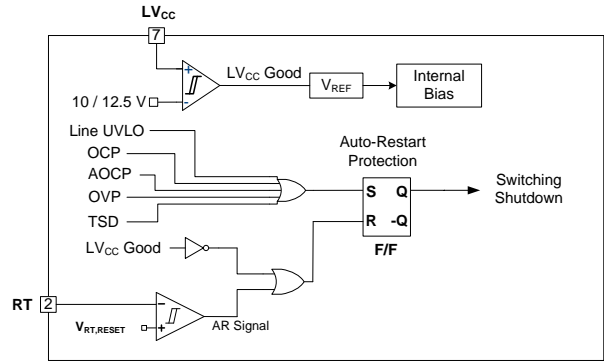

图 24. 保护框图
**5. 保护电路：**FSFR-HS 系列具有多个自我保护功能；如过流保护 (OLP)、异常过流保护 (OCP)、过压保护 (OVP)、热关断 (TSD) 和线电压欠压锁定 (LUVLO 或欠压)。这些保护为自动重启模式保护，如图 24 所示。